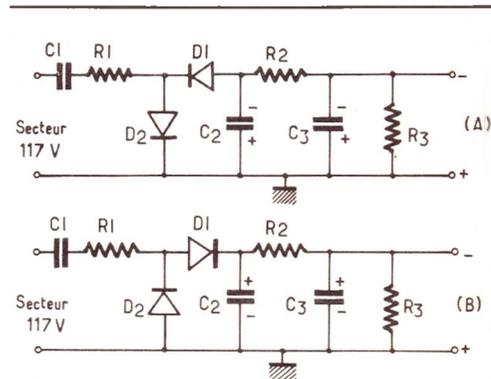
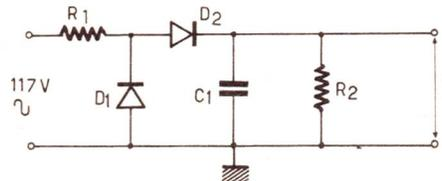

Figure 1
Figure 5
Le schéma général pour trois variantes, est donné à la **figure 1**. En (A), on donne le schéma des alimentations dites négatives, convenant aux montages avec masse au +. En (B), on a le schéma des alimentations dites positives, avec masse au - alimentation.
Le schéma de la **figure 5** est encore plus simple que celui de la **figure 1**. Cette alimentation donnera des courants de 1 à 2 mA sous 12 ou 25 V, avec une tension d'ondulation de 0,1 % seulement. On pourra utiliser ce montage pour des appareils tels que des préamplificateurs.